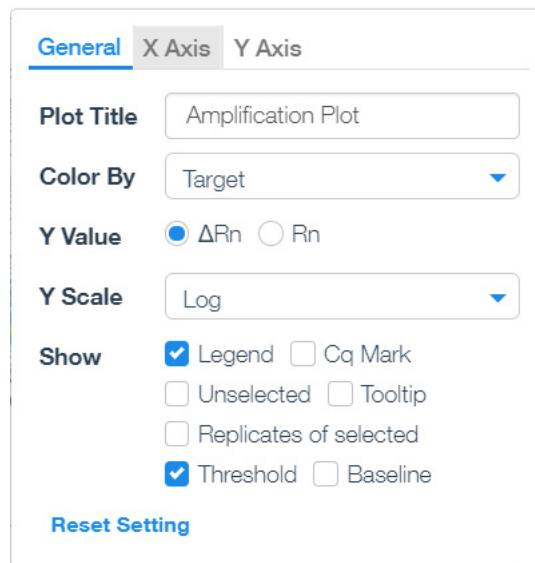

Abbildung 28 Design & Analysis-Bildschirm „General Settings“ (Allgemeine Einstellungen) für „Amplification Plot“ (Amplifikations-Plot)
- 10** Schalten Sie in der Dropdown-Liste „Y Scale“ (Y-Skala) die Auswahl von **Linear** (Linear) auf **Log** (Log) um, wie in **Abbildung 28** gezeigt.